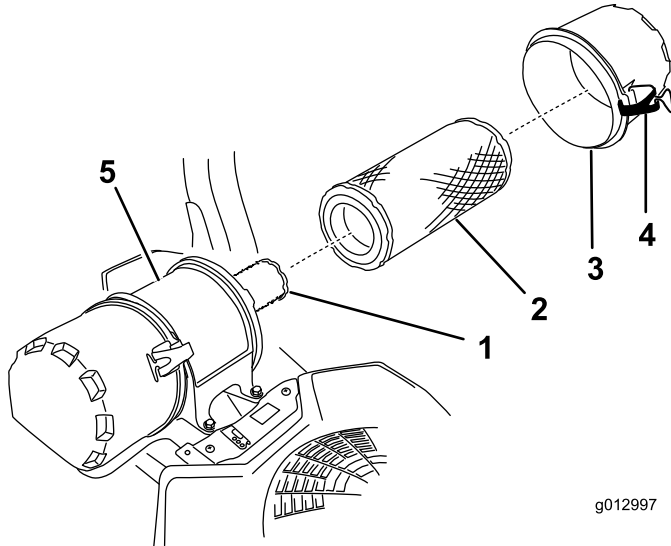

Figure 44
6. Ouvrez les dispositifs de verrouillage du filtre à air et séparez le couvercle du corps du filtre (Figure 44).
8. Sortez l'élément principal du corps du filtre avec précaution (Figure 44).
2. Si vous remplacez l'élément intérieur, insérez-le avec précaution dans le corps du filtre (Figure 44).
3. Placez ensuite l'élément principal sur l'élément intérieur avec le même soin (Figure 44).
4. Remettez en place et verrouillez le couvercle du filtre à air (Figure 44).